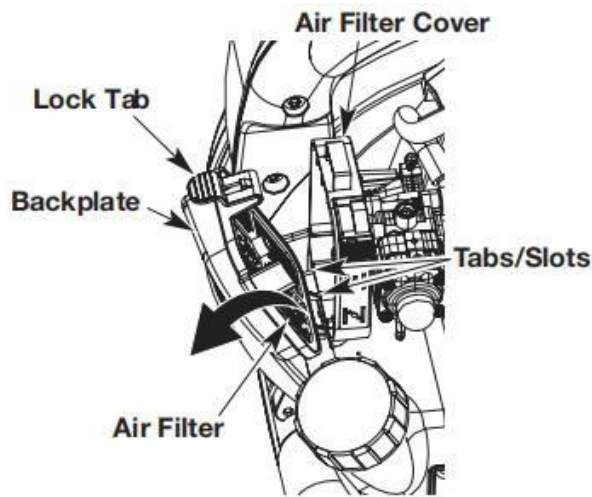

Fig. 12
- 2) Öffnen Sie die Luftfilterabdeckung: Drücken Sie die Verriegelungslasche ein und schwenken Sie die Luftfilterabdeckung nach rechts (Abb. 12).
- 3) Entfernen Sie den Luftfilter (Abb. 12).
- 7) Setzen Sie den Luftfilter wieder ein (Abb. 12).